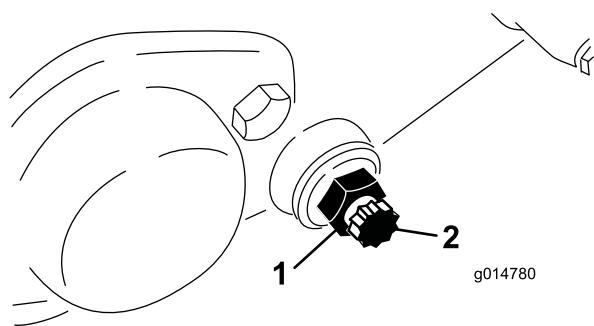

Bild 57
4. Nehmen Sie jede Schraube des Untermesserträgers ab, damit der Untermesserträger nach unten gezogen und von der Maschine entfernt werden kann. Bewahren Sie die beiden Nylon- und die beiden Scheiben aus gestanzten Stahl an jedem Ende des Untermesserträgers auf (Bild 57).
3. Lösen Sie an jeder Seite der Maschine die Klemmmutter, mit der die Schraube des Untermesserträgers befestigt ist (Bild 57).